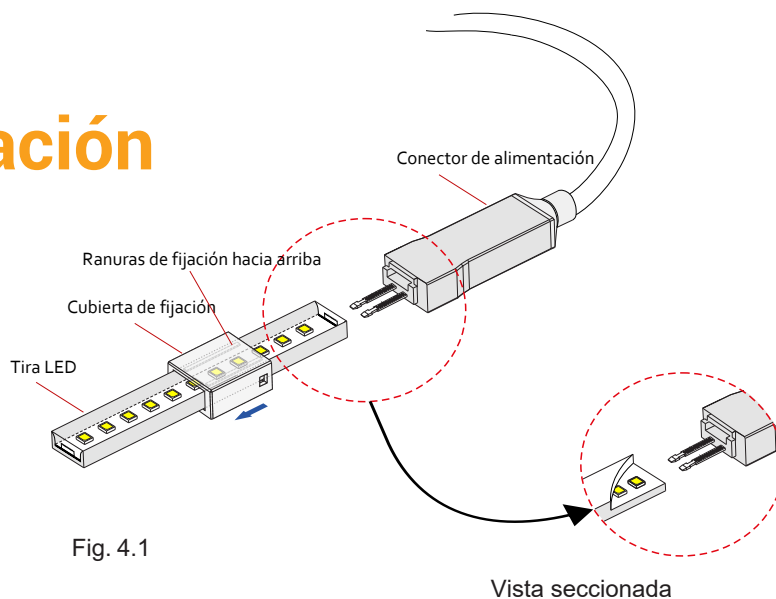

Fig. 4.1
- Fig. 4.1 — Coloque la cubierta transparente de fijación en la tira (como indica la flecha azul) y asegúrese de que las dos ranuras de fijación están hacia arriba.